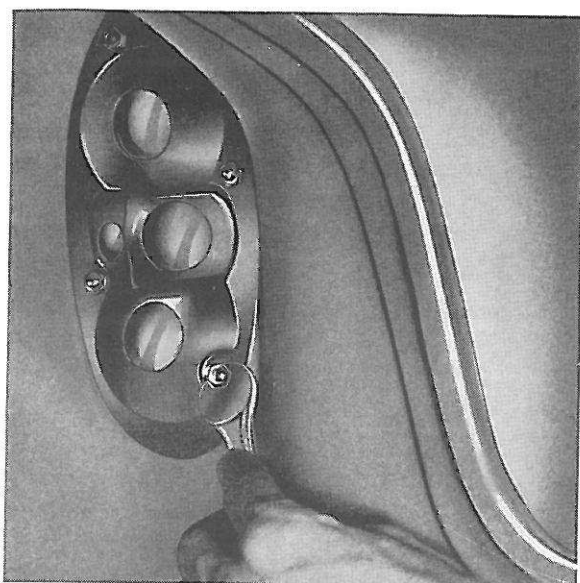

Figure 91. Démontage du bloc feu arrière (ampoules démontées)
- Enlever les quatre écrous, de l'intérieur du coffre à bagages, figure 91.